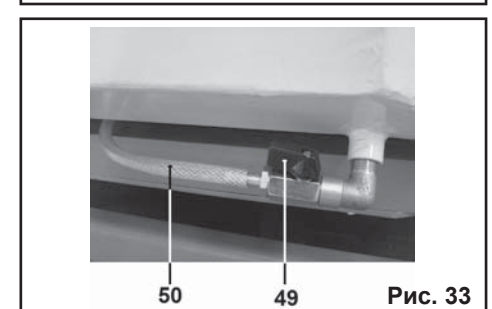

Рис. 33
10.4. Откройте вентиль (49) (Рис. 33) подачи воды и убедитесь в том, что вода по шлангу (51) идет на валец (1).